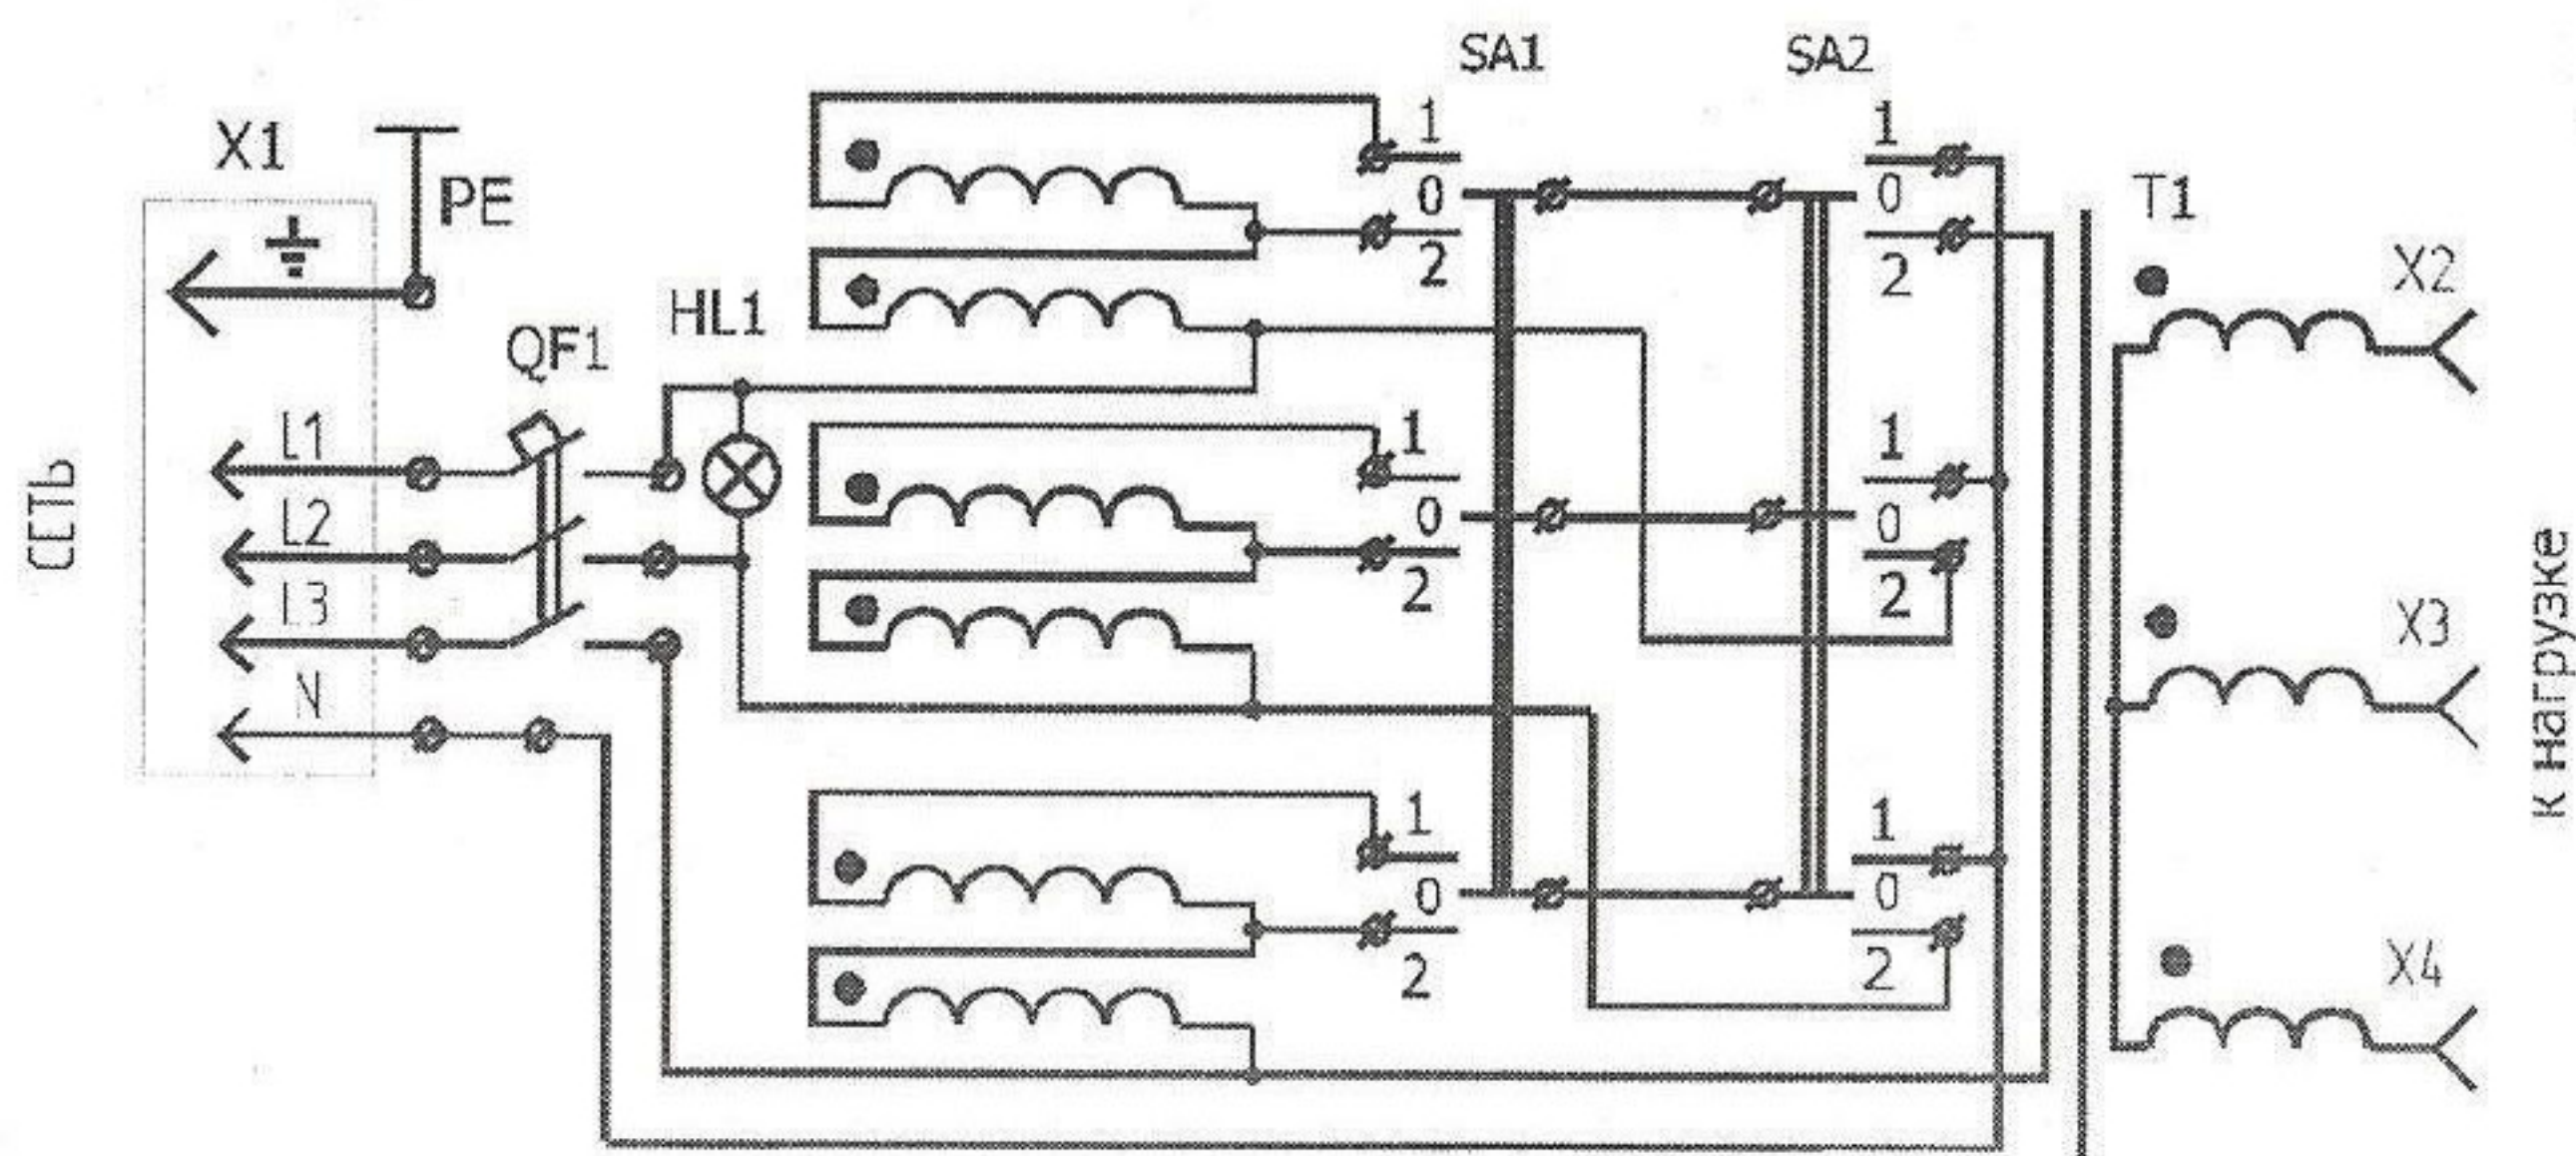

Рис.2
4.2 Схема электрическая принципиальная приведена на рис. 2. Первичные обмотки понижающего трансформатора Т1 коммутируются переключателями SA1 и SA2. В зависимости от положения переключателей на вторичных обмотках получаются рабочие напряжения в соответствии с табл.2.